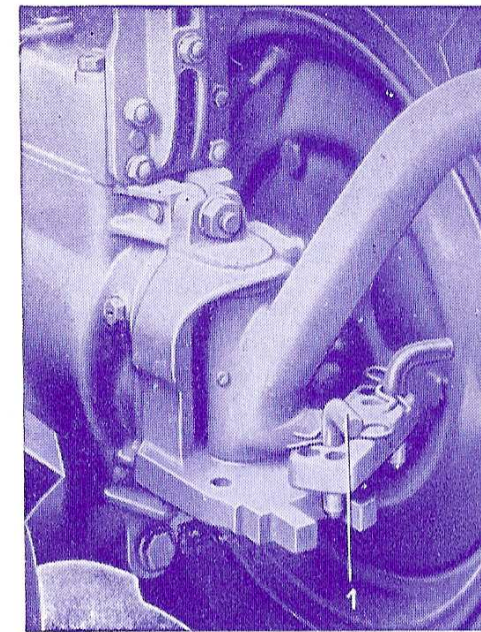

Fig. 16
E) **Attelage déporté** : (fig. 16) pour le chaussage ou déchaussage des vignes et des arbres fruitiers, le timon peut être déporté à droite ou à gauche.